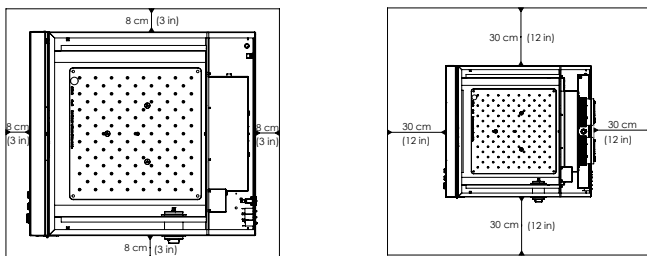

图 14: 恒温摇床（左）与制冷摇床（右）安装间距要求；上方有自由通风空间的制冷摇床参照左图。
- 如图 14 左侧所示，Solaris 6000 I 恒温摇床的机箱四周须留出 8 厘米（3 英寸）的间隔空间。
- 如图 14 左侧所示，若 Solaris 6000 R 制冷摇床上方留有自由通风空间，则其机箱四周可仅留出 8 厘米（3 英寸）的间隔空间运行。
- 如图 14 右侧所示，若 Solaris 6000 R 制冷摇床上方的通风空间被遮挡，则必须将机箱四周的间隔距离增加至 30 厘米（12 英寸）。